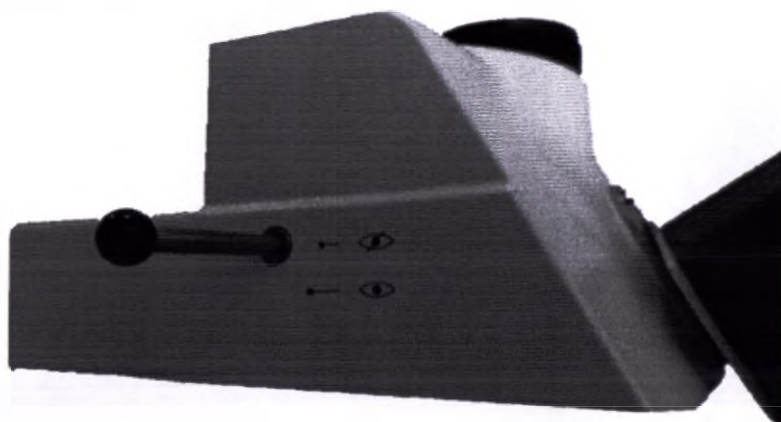

Рисунок 37 - Левая ручка светоделителя: свет поступает в окуляры
- 2) Свет поступает в окуляры (Рисунок 37).